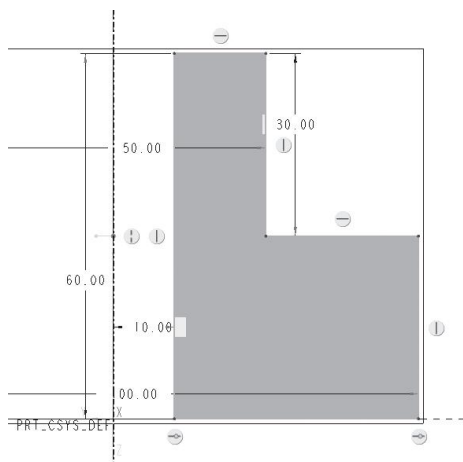
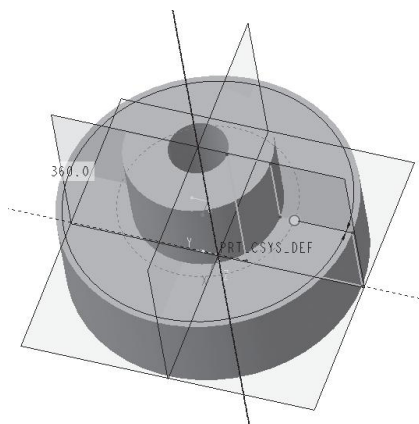

图 2-2-16 草绘截面
图 2-2-17 零件模式
(4) 草绘二维特征截面并修改草绘尺寸值，如图 2-2-16 所示，待重新生成草绘截面后，单击“确定”按钮，回到零件模式，如图 2-2-17 所示。